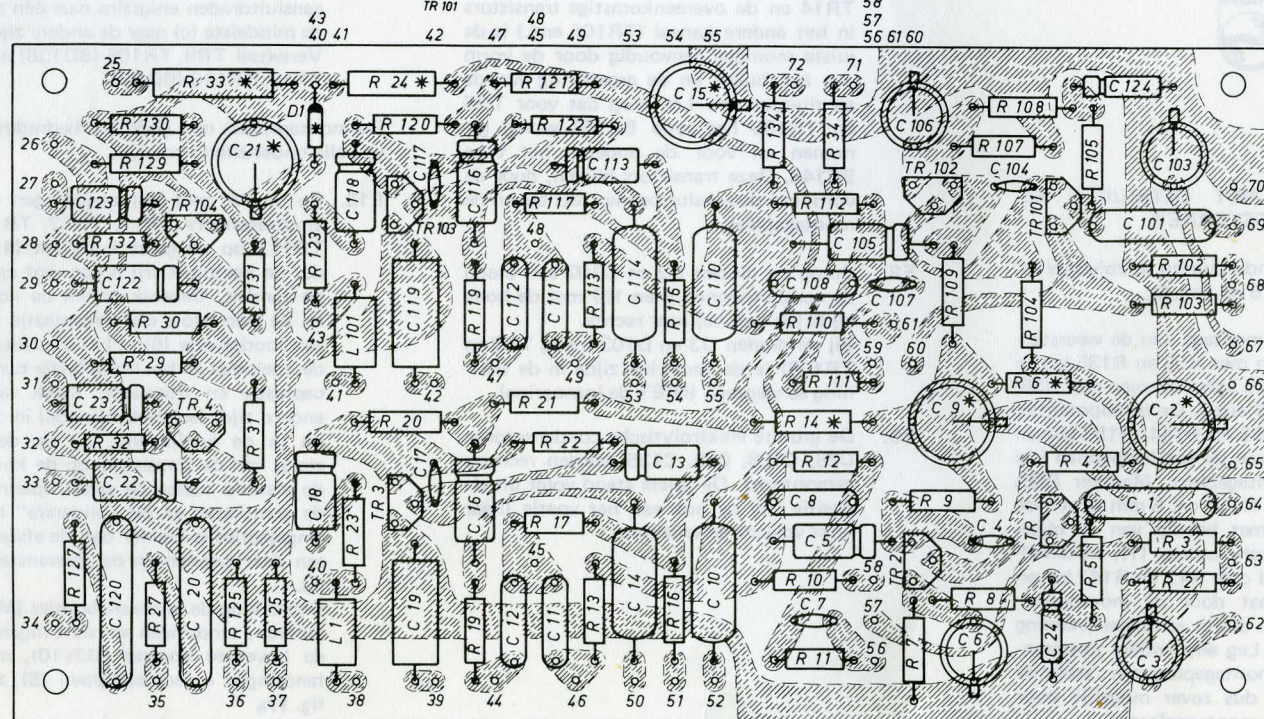

Fig. 4
- S1. Werk de volgende punten in volgorde af. Bouwtekening (fig. 4) op pag. 3.